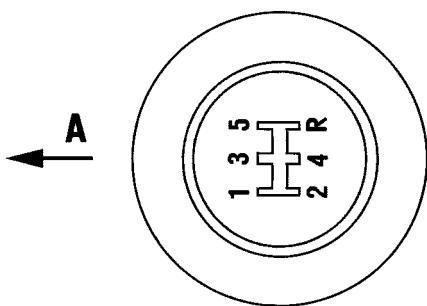

Рис. 3-31. Установка рукоятки рычага выбора передач:
- при установке рукоятки рычага выбора передач обеспечить ее положение относительно направления движения автомобиля, как указано на виде А (рис. 3-31).